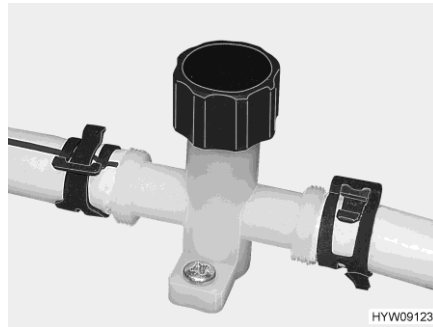
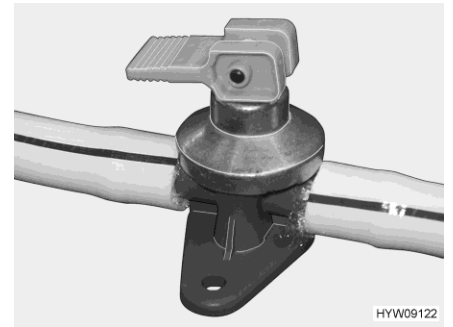

Bild 169 Absperrhahn (Wasserleitung)
Bild 170 Absperrhahn (Boiler Alde)
- Absperrhähne schließen. Dazu die Kappe (Bild 169) im Uhrzeigersinn drehen und den Kipphebel (Bild 170) waagrecht stellen.
- Absperrhähne öffnen. Dazu die Kappe (Bild 169) entgegen dem Uhrzeigersinn drehen und den Kipphebel (Bild 170) senkrecht stellen.